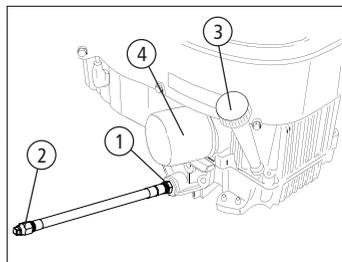

Fig. 21
- Localize a válvula do dreno de óleo à direita do motor (1), [Fig. 21].
- Remova a mangueira da abraçadeira. Posicione a extremidade livre da mangueira de drenagem de óleo (2) para um recipiente apropriado para coleta de óleo com 2,5 litros de capacidade mínima. Remova a tampa do tanque/vareta (3) do óleo do tubo de abastecimento de óleo.
- Substitua o filtro do óleo (4) e encha novamente o motor com 1,9 litros de óleo novo 5W30 Sintético.